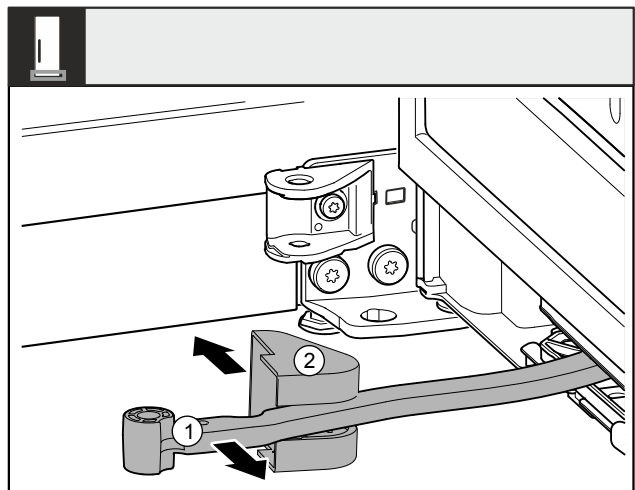

Fig. 11
- Rotați articulația Fig. 11 (1) în direcția ușii.
- Înlăturați capacul suportului de lagăr Fig. 11 (2).